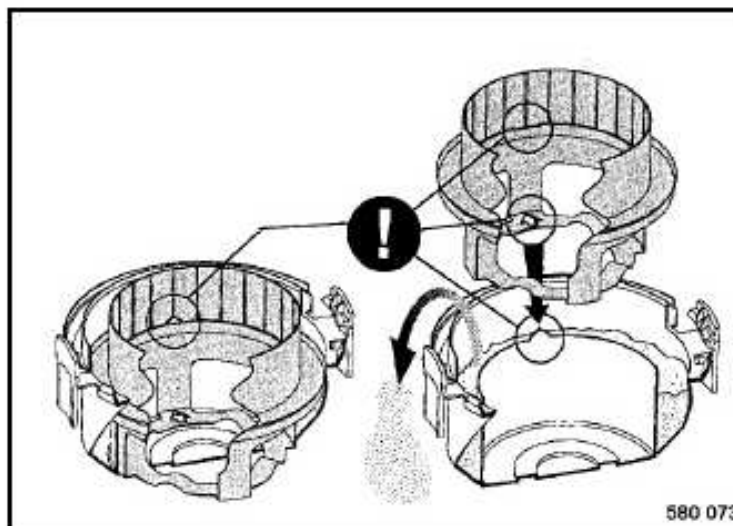

Fig. 158
- Extraer la parte interior (Fig. 158) y retirar el polvo de la tapa.